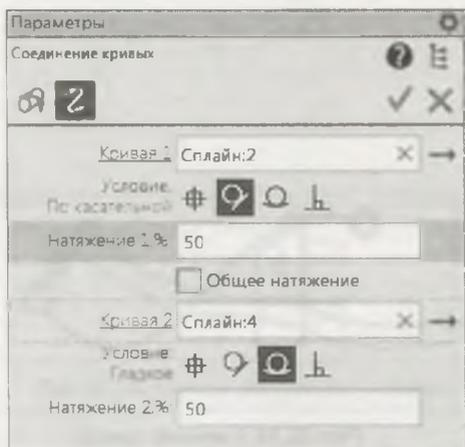

Рис. 22.12. Панель **Параметры: Соединение кривых**
- ◆ укажите в графической области или в **Дереве** модели объекты. На панели **Параметры: Соединение кривых** (рис. 22.12) названия объектов отображаются в окнах **Кри-**